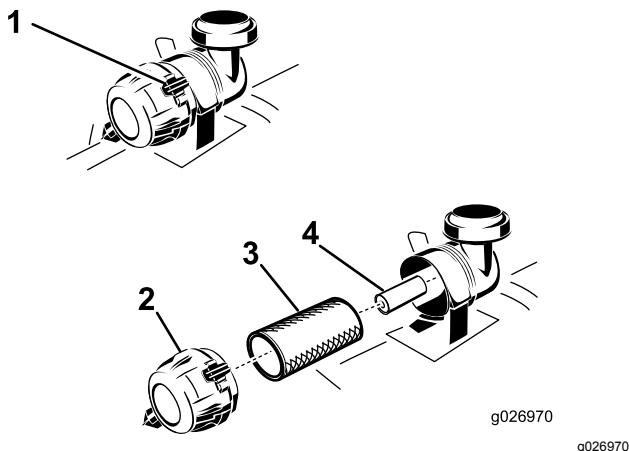

Figura 35
3. Empurre para soltar os grampos de retenção na cobertura do filtro do ar e puxe a cobertura do filtro do ar para fora do corpo do filtro (Figura 35).
5. Empurre suavemente o filtro primário para fora do corpo do filtro de ar (Figura 35).
2. Se substituir o filtro secundário, deslize-o cuidadosamente para o corpo do filtro (Figura 35).
3. Deslize cuidadosamente o filtro principal sobre o filtro secundário (Figura 35).
grampos de retenção prendam a cobertura no lugar (Figura 35).